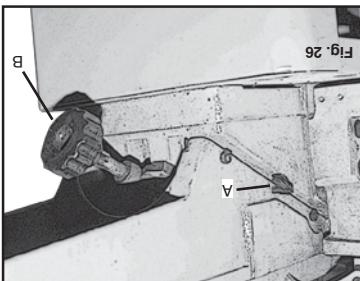

Fig. 26
Al finalizar los tornillos de seguridad (A) Fig. 26 y tire la perilla (B).